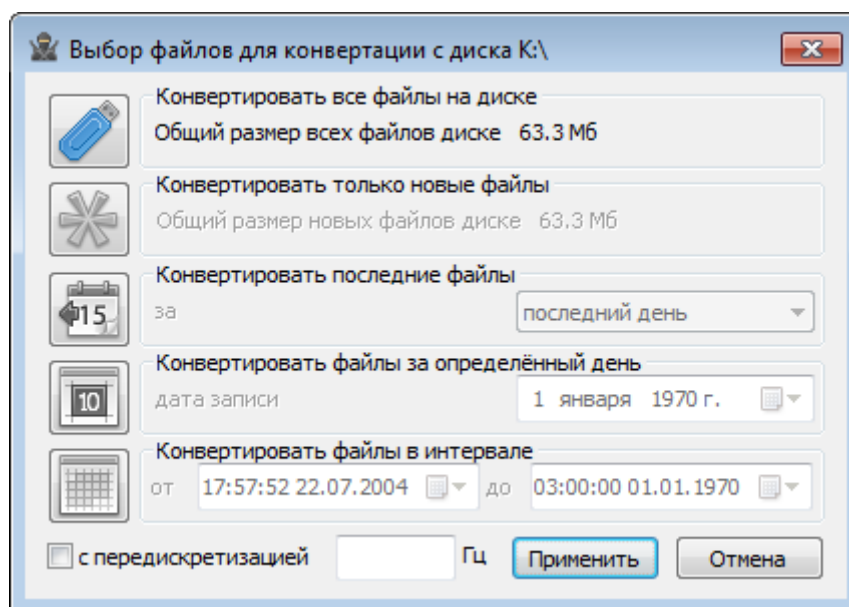

Рис. 3.1 Программа конвертации файлов
3. На компьютере автоматически запустится программа «Выбор файлов для конвертации с диска». Данная программа предназначена для копирования и конвертации файлов с внутренней памяти мобильного комплекса на компьютер в формате ПО «ZETTrends» (Рис. 3.1).